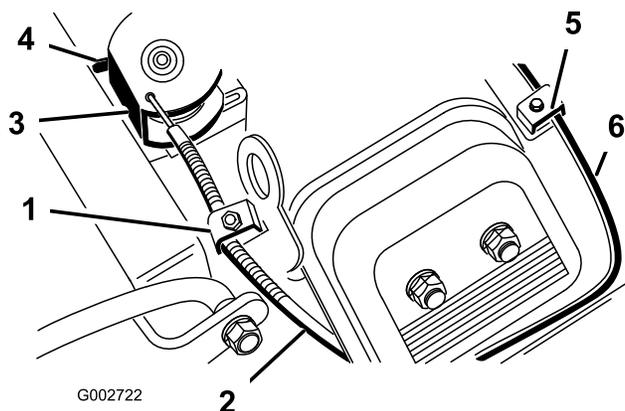

Figure 28
- Desserrez la vis du collier qui raccorde le câble au moteur (Figure 28).
- Tirez fermement sur le câble d'accélérateur jusqu'à ce que l'arrière du pivot atteigne la butée (Figure 28).
- Tirez fermement sur le câble de starter (Figure 28), jusqu'à ce que le papillon soit complètement fermé, puis serrez la vis du collier de câble.